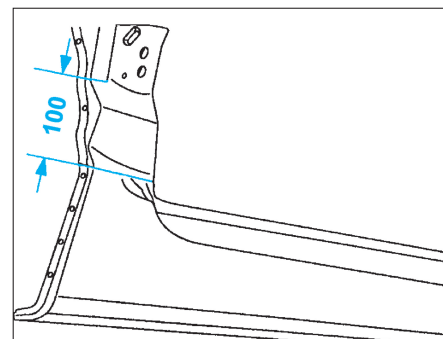

FIG. 90
• Tracer puis découper à l'aide d'une meule épaisseur 1 mm (coupe définitive) (Fig.90).